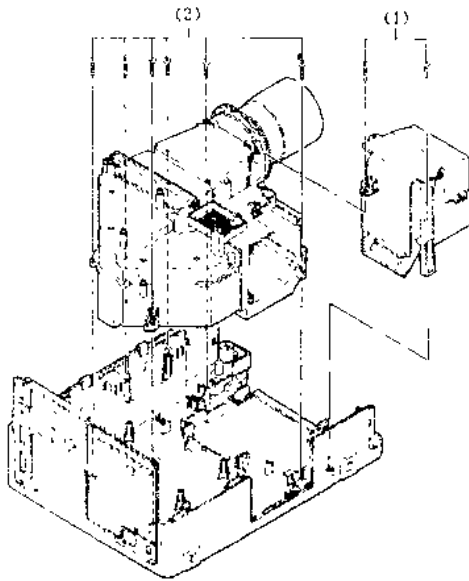

图 1-5
- (1) 拆下电源开关装置上的两只固定螺丝。
- (2) 拆下 PC/IF 装置上的两只固定螺丝。
- (3) 拆下电源/镇流装置上的固定螺丝。
5. 光学机械装置的拆卸(如图 1-5 所示)